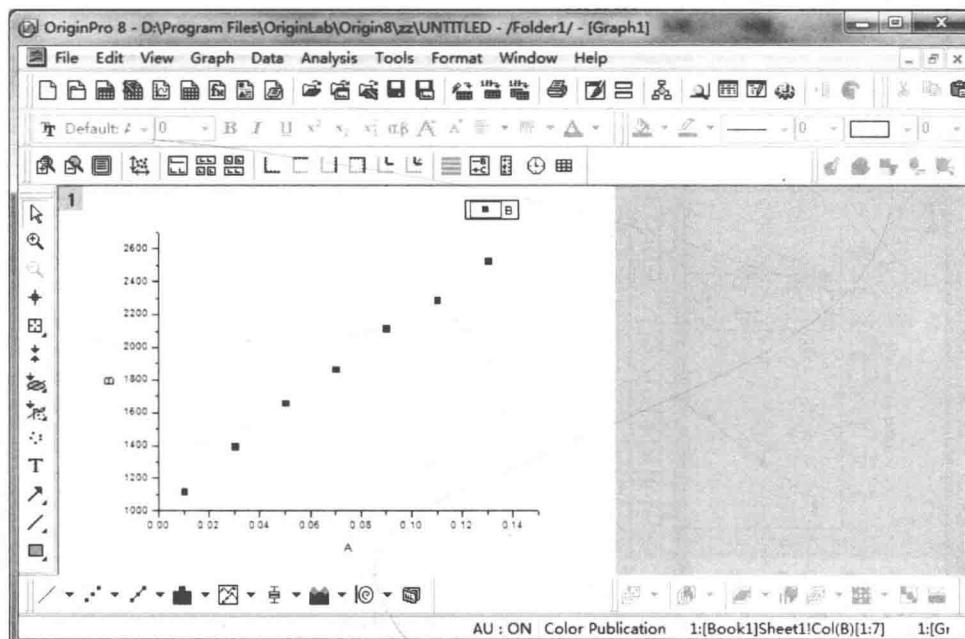

图 2-6 图形绘制
用鼠标左键选中 A(X) 和 B(Y) 两列数据，使用菜单 Plot (绘图) 或工具栏中的 Scatter (散点) 绘图，便可出现一个名为 Graph1 的图形，如图 2-6 所示。